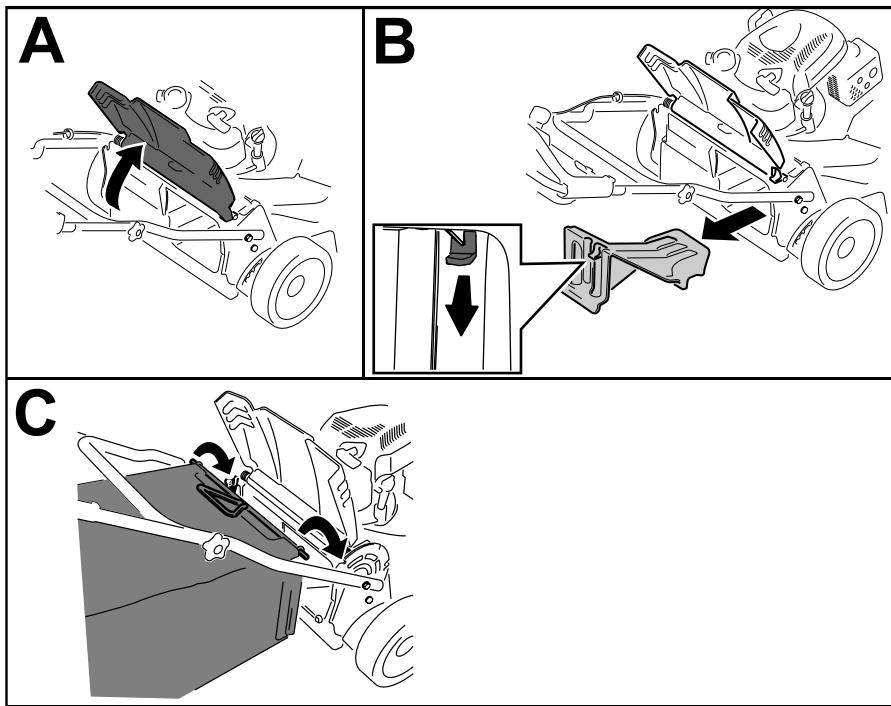

Figura 24
1. Levante y sujeté la puerta trasera (Figura 24, A).
2. Retire el tapón de descarga trasero presionando hacia abajo sobre el enganche con el dedo pulgar y extrayendo del tapón de la máquina (Figura 24, B).
3. Instale la varilla de la bolsa en las muescas de la base del manillar, y mueva la bolsa hacia adelante y hacia atrás para verificar que la varilla está asentada en el fondo de cada muesca (Figura 24, C)